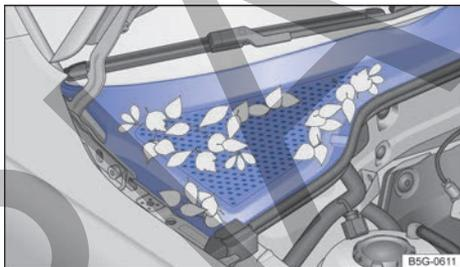

Fig. 245 Entre el vano motor y el parabrisas: caja de aguas (representación esquemática).
**Caja de aguas, vano motor:** Retire la hojarasca y otros objetos sueltos con un aspirador o con la mano → fig. 245 → ⓘ. La limpieza del vano motor se debería encargar siempre a un taller especializado → ⚠.